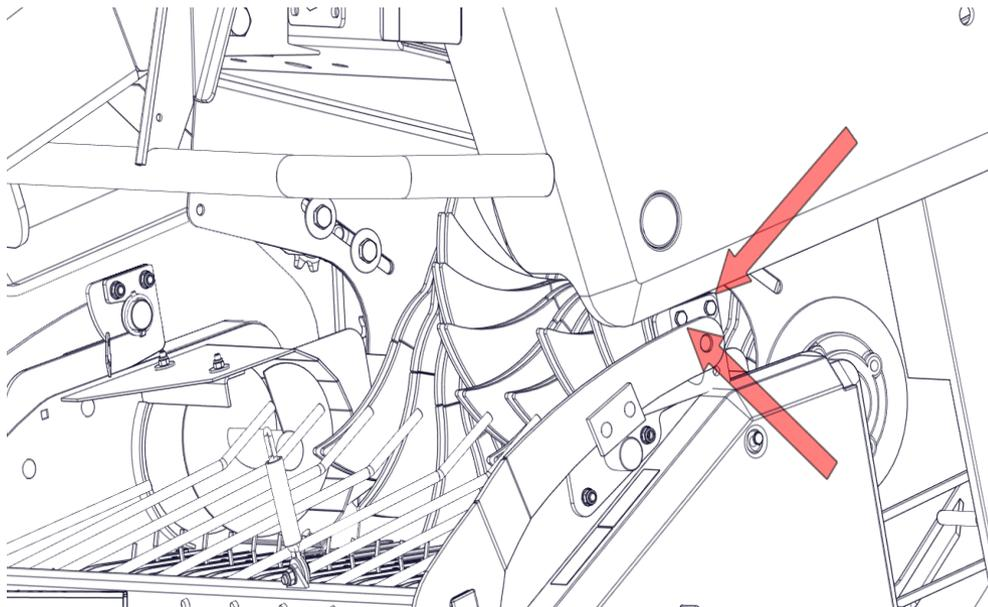

Abbildung 29. Demontage des Schwadniederhalters
- Entfernen Sie den Schwadniederhalter, um das Material an der Vorderseite zu entfernen. Dazu die Schrauben zur Sicherung des Schwadniederhalters lösen und die Kette entfernen (Abbildung 29);